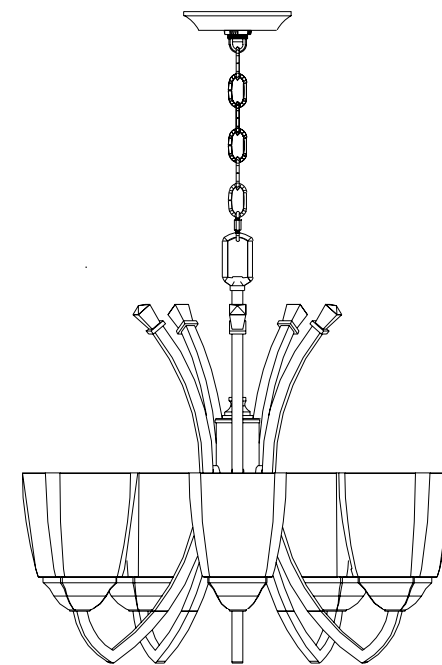

Figure 1
2. Pour fixer l'assemblage de la tige (10) à l'assemblage de l'appareil insérer la partie fileté puis visser.
3. Placer l'assemblage de l'appareil à la verticale et tourner les bras en sens horaire vers la position verticale. **Voir la fig. 1**